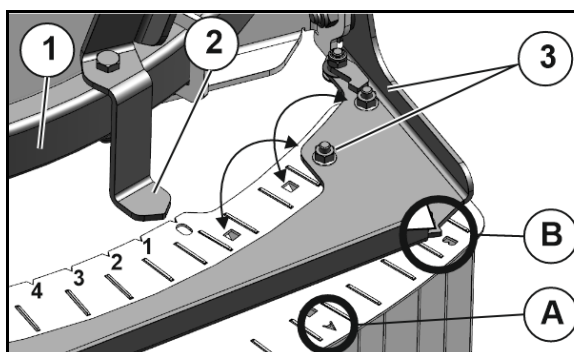

Fig. 67
2. Desplazar el bloque de láminas en la brida guía (Fig. 67/1) hasta que el indicador (Fig. 67/2) se encuentre en el valor que se debe ajustar según la tabla de dispersión.